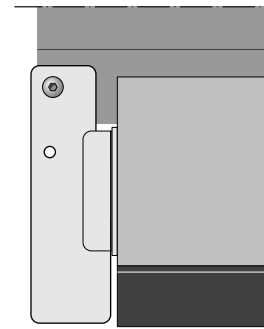

Abb. 2.3.4
- bei Speedroller oder Speedroller Heavy mit M8-Flanschkopfschrauben (siehe Abb. 2.3.4).